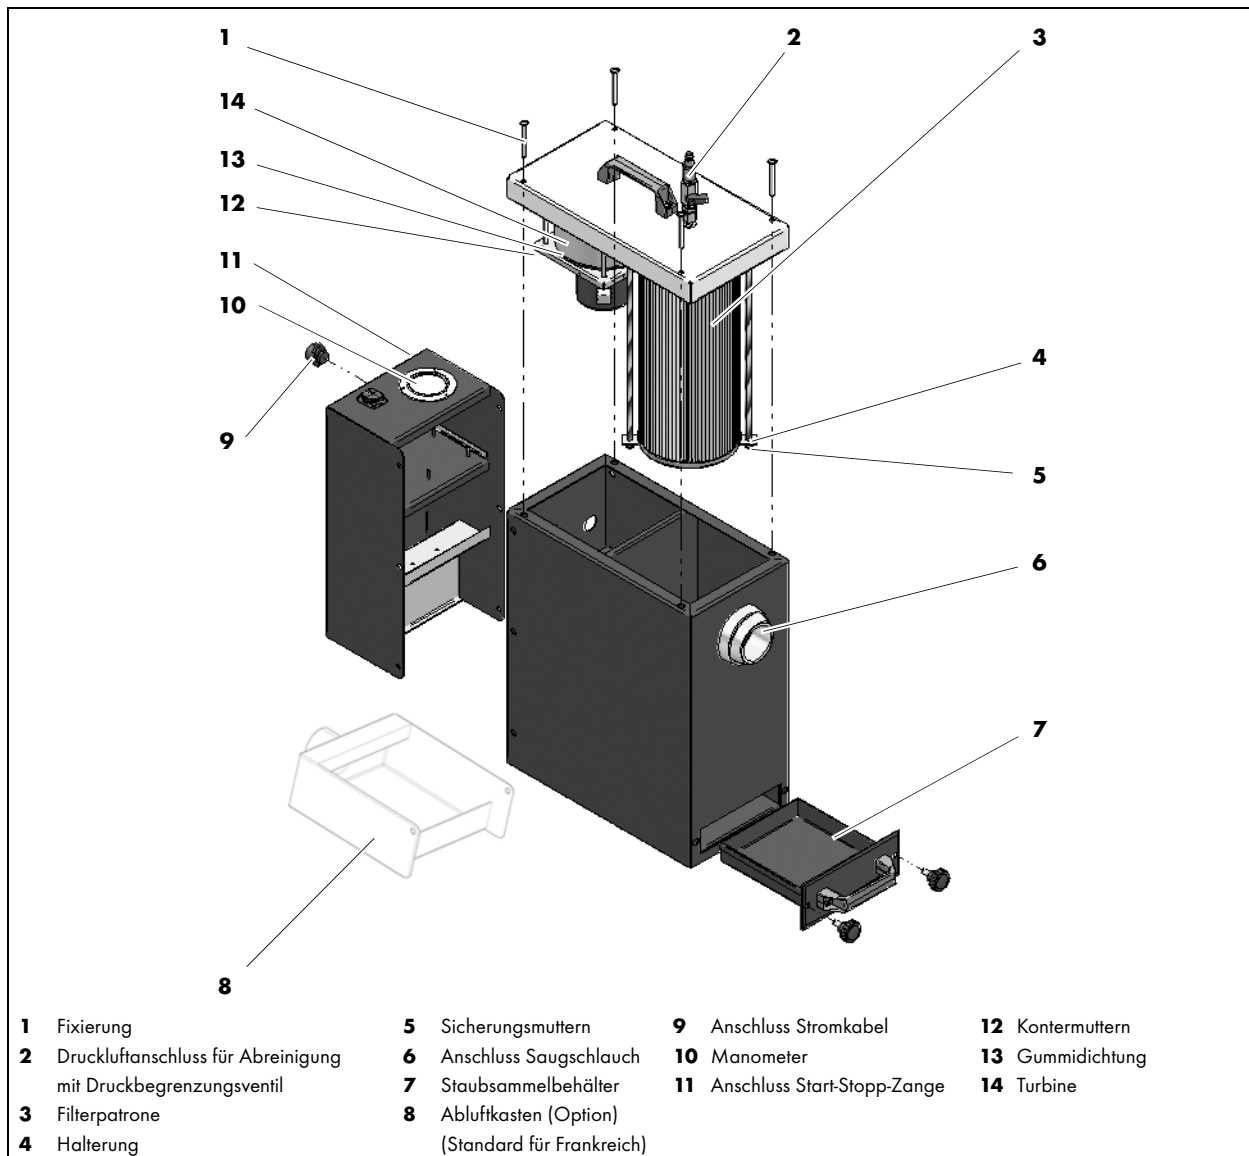

Abb. 2 Funktionsbeschreibung
Schließen Sie die bauseitige Druckluft an **(1)**. Stellen Sie das Druckbegrenzungsventil auf 5 bar ein und öffnen Sie den Ventilhebel **(2)** am Druckluftanschluss. Die Druckluft bewirkt je nach Druck einen Abreinigungsstrahl und eine Rotation der Abreinigungsdüse innerhalb der Feinfilterpatrone. Durch manuelle Auf- und Abwärtsbewegungen der Abreinigung wird der Filter gereinigt. Entleeren Sie den abgeschiedenen Staub aus dem Staubsammelbehälter **(7)** (siehe Abb. 2 Funktionsbeschreibung auf Seite DE-12) in den mitgelieferten Staubsammelbeutel.
Schieben Sie den leeren Staubsammelbehälter **(7)** (siehe Abb. 2 Funktionsbeschreibung auf Seite DE-12) wieder zurück und verschließen Sie diesen.
⇒ Abb. 2 Funktionsbeschreibung auf Seite DE-12
- Typ Frankreich: zusätzlichen Abluftschlauch an Abluftkasten anschließen. (Abb. 2 Funktionsbeschreibung auf Seite DE-12)
- 4 Gerät an Wippschalter (2) einschalten